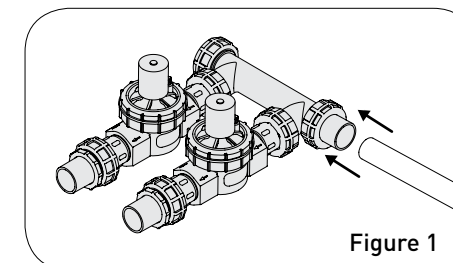

Figure 1
- Connectez directement le tuyau en PVC de 3/4 po à l'adaptateur pivotant (C) (figure 1).